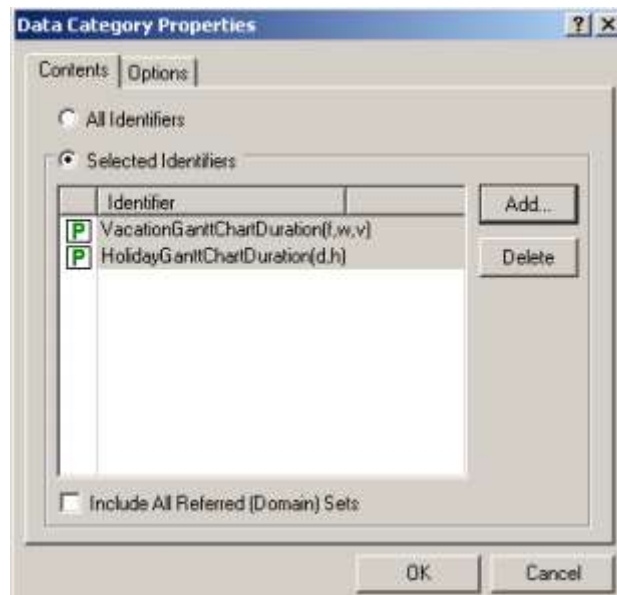

图 14.5: **Dataset Properties** 对话框的 Contents 标签
- 按 **OK** 键 (你可以比较你的屏幕和图 14.5 的对话框), 然后